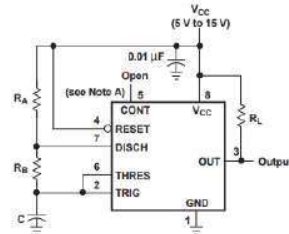

Figura 3. Operación astable.
1. Se armará un circuito de operación monoestable (figura 1), al igual que uno de operación astable (figura 3).